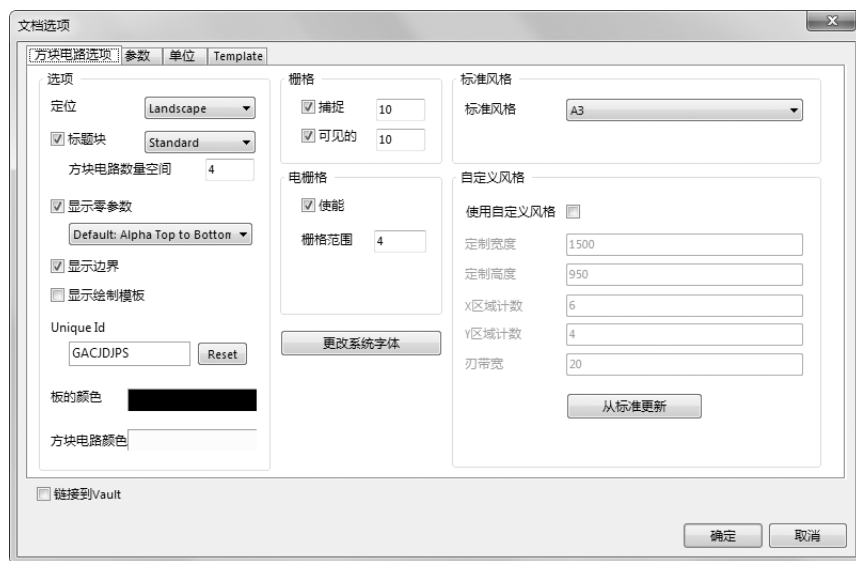

图 9-60 “文档选项”对话框
(2) 选择“文件”→“New”(新建)→“原理图”菜单命令，新建一个原理图文件，并自动切换到原理图编辑环境。
(3) 选择“文件”→“保存为”菜单命令，将该原理图文件另存为“装饰彩灯控制电路.SchDoc”。
(4) 选择“设计”→“文档选项”菜单命令，弹出“文档选项”对话框，如图 9-60 所示，在“标准风格”下拉列表中选择“A3”，调整原理图图纸大小。